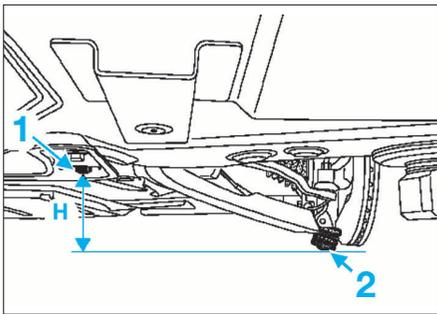

FIG. 8
- déplacer le vérin d'organes sous la tête de la vis de fixation arrière (1) du berceau (Fig.8).
- descendre le vérin de 6 mm (H).
- sans dérégler la hauteur, placer le vérin sous la rotule inférieure du pivot (2).